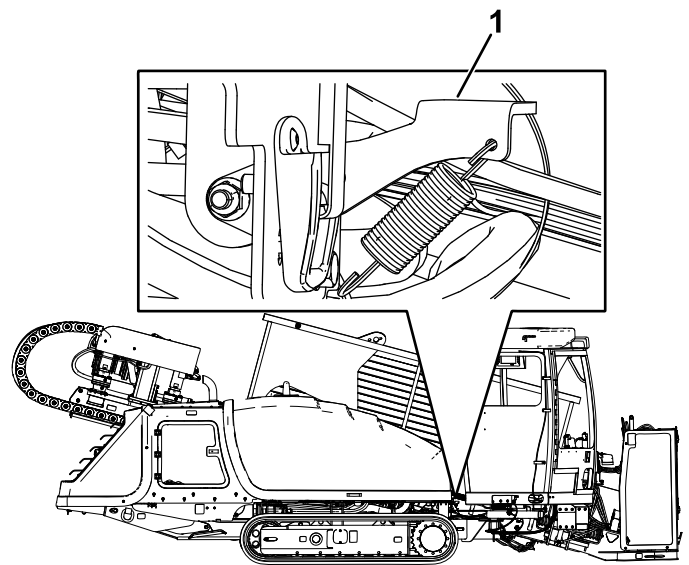
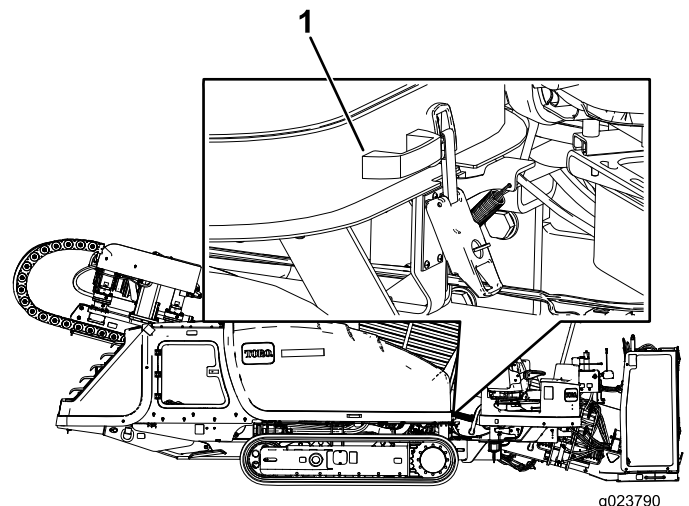

Bild 67
Bild 68
3. Ziehen Sie den Riegel der Haube nach oben, wie in Bild 67 abgebildet.
4. Heben Sie den Motorhaubenriegel (Bild 67) weiter an und ziehen den Griff an, wie in Bild 68 abgebildet.